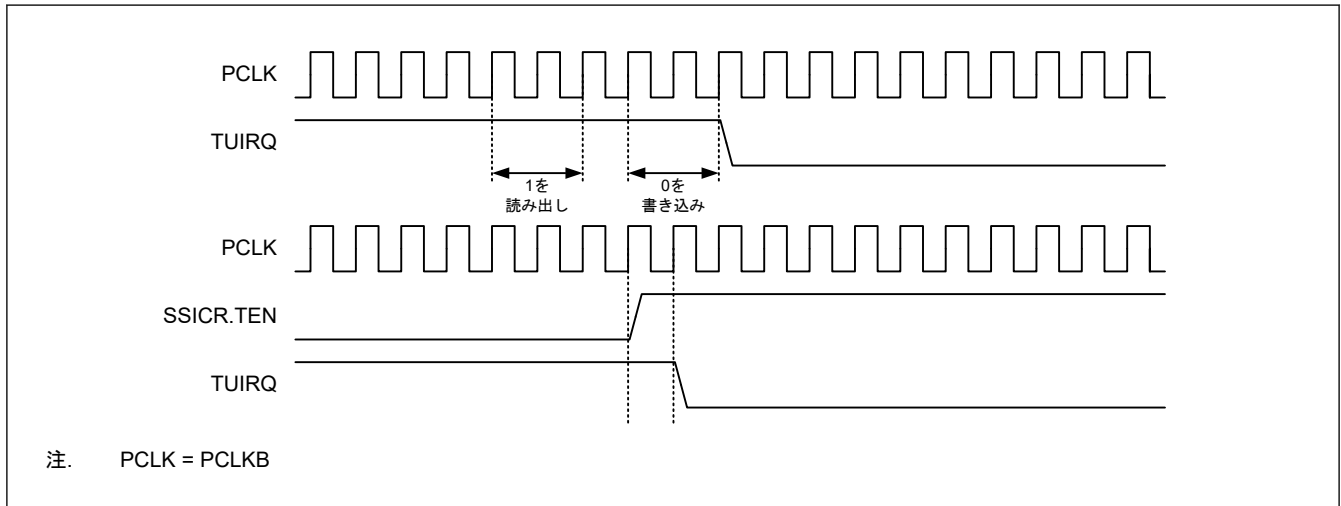

図 35.18 TUIRQ クリアタイミング
1. このビットから 1 を読み出したあとに 0 を書き込んだとき (図 35.18 のタイミングと同じ)